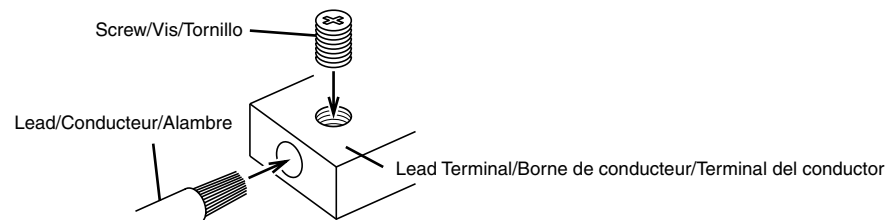

Fig. 5
3. Turn the screw attached to the terminal. Insert the exposed wire end into the lead terminal. Tighten the screw (included), to fix the lead. (Fig. 5)
3. Tourner la vis fixée à la borne. Insérer le bout du conducteur exposé dans la borne du conducteur. Serrez la vis (fournie) pour fixer le conducteur. (Fig. 5)
3. Girar el tornillo fijado al terminal. Inserte el extremo desnudo del alambre en el terminal del conductor. Apriete el tornillo (incluido) para fijar el cable. (Fig. 5)